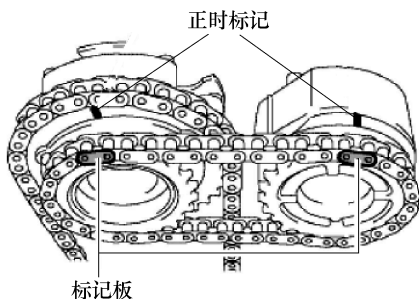

图 1-10 2 号链条黄色标记板与
③ 如图 1-10 所示，将 2 号链条的黄色标记板与凸轮轴正时齿轮总成和排气凸轮轴正时齿轮总成的正时标记对准，并将 2 号链条接合到齿轮上。
④ 将右侧曲轴正时链轮安装到凸轮轴上。
⑤ 将 1 号凸轮轴的锁销与凸轮轴正时齿